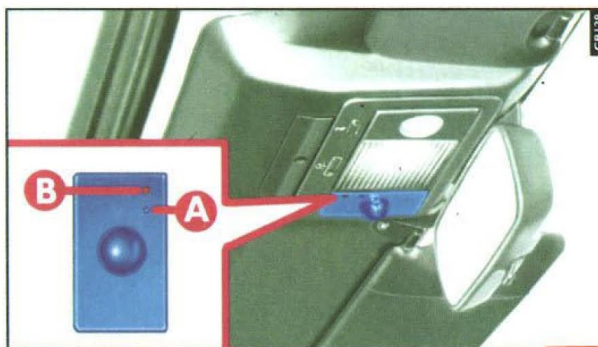

fig. 68
- 2) manter pressionado o botão **A-fig. 68** com um objeto pontudo (ex. uma ponta de caneta). O led vermelho **B** lampeja;